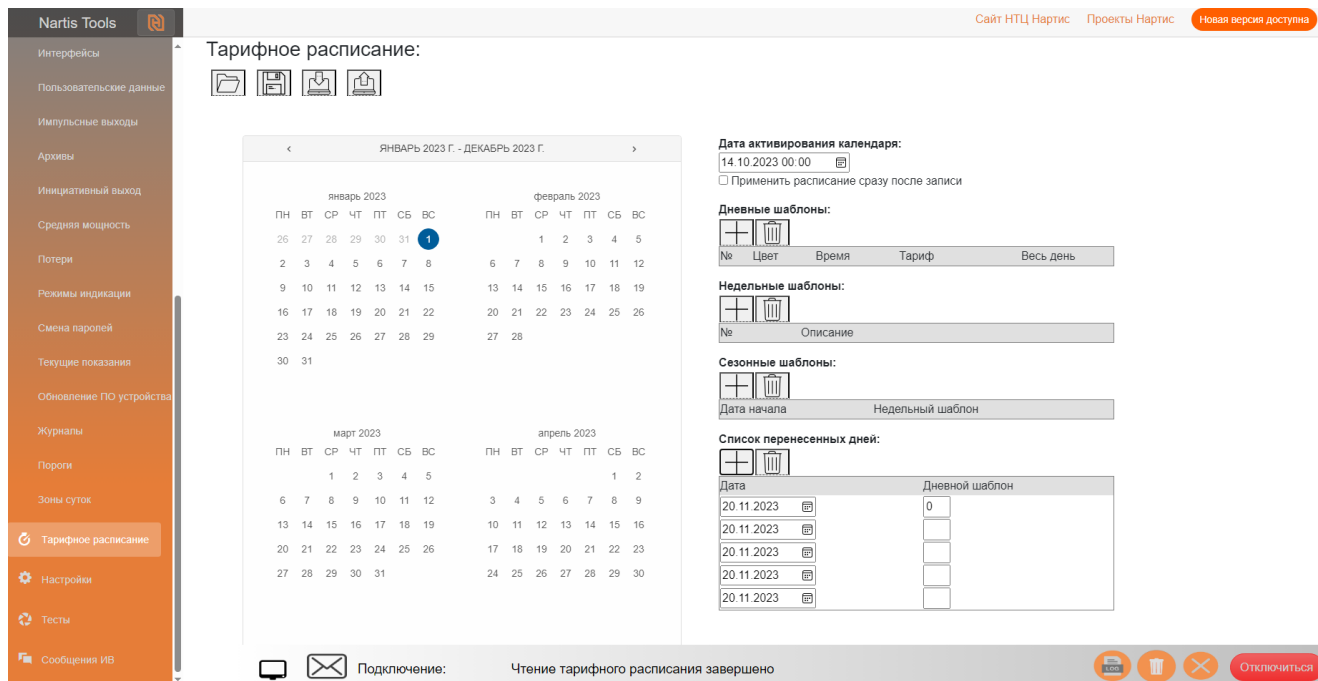

Рисунок 63 – Вид диалогового окна раздела «Тарифное расписание» при создании таблицы перенесенных дней
4. Создание таблицы перенесенных дней, которая состоит из даты перенесенного дня и номера из существующего набора дневных шаблонов переключения (рисунок 63).